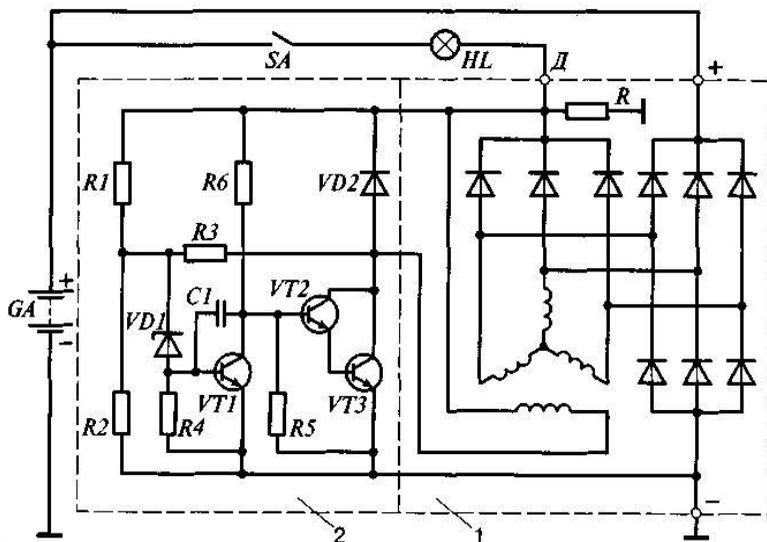

Рис. 3.4. Схема электронного транзисторного регулятора напряжения:
Рассмотрим принцип работы регулятора напряжения на примере простейшей схемы (рис. 3.4).
В схеме регулятора на рис. 3.4 имеются элементы, характерные для схем всех применяющихся на автомобилях регуляторов напряжения. Диод VD2 при закрытии составного транзистора VT2, VT3 предотвращает опасные всплески напряжения, возникающие из-за обрыва цепи обмотки возбуждения со значительной индуктивностью.
Из рис. 3.4 хорошо видна роль лампы контроля работоспособного состояния генераторной установки HL.
9. Для чего предназначена лампа НЛ (рис. 3.4) на автомобиле?